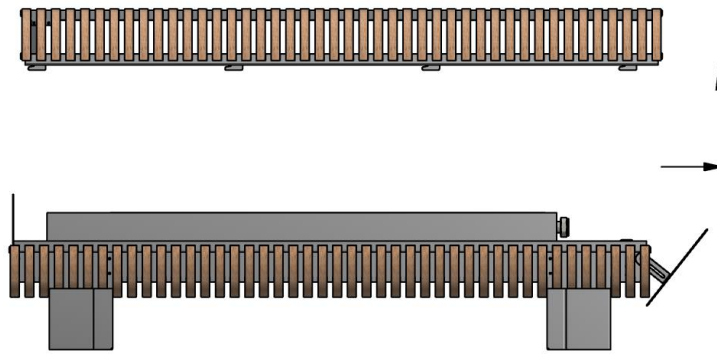

Рисунок 3
4) Снимите верхнюю часть корпуса, сдвинув её вбок и приподняв вверх так, как показано на рис. 3.
- 7) Наденьте верхнюю часть корпуса в порядке обратном изображённому на рис.3